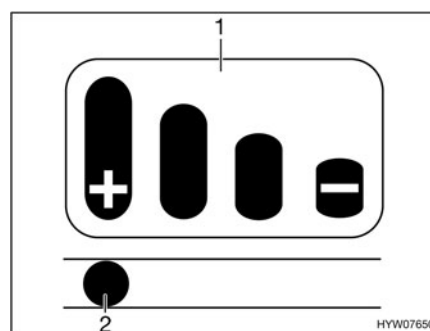

Fig. 159 Indicación del desgaste
En la palanca de acoplamiento se ha instalado una indicación del desgaste (Fig. 159) con un diagrama de barras (Fig. 159,1).
- Cuando el perno (Fig. 159,2) en el agujero oblongo se encuentra en la marca "+", los forros de fricción todavía se encontrarán en estado nuevo.